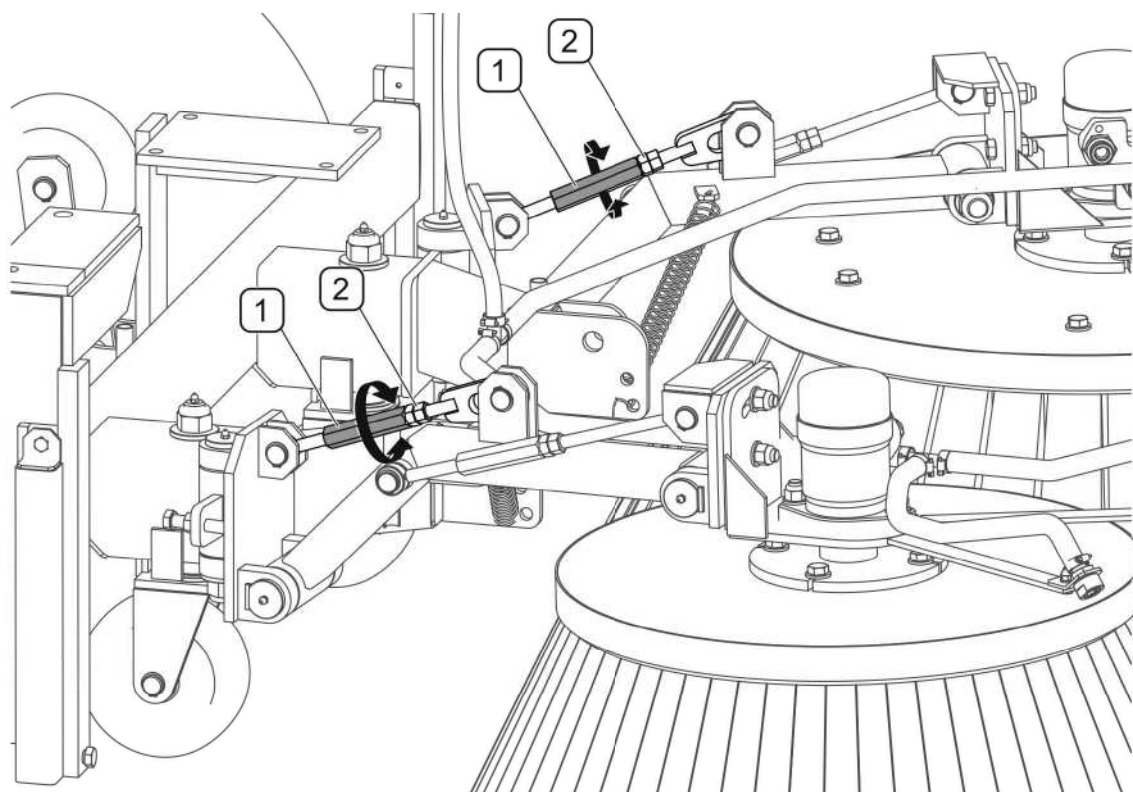

РИСУНОК 5.8А Регулирование плеч щеток
(1)- натяжитель; (2)- контргайка;
Регулирование высоты плеч щеток (РИСУНОК 5.8А) осуществляется при помощи натяжителей. Перед началом регулирования необходимо слегка отвинтить контргайки (2) и, вращая натяжитель (1), установить требуемую высоту каждого плеча. По окончании регулирования затяните контргайки (2)